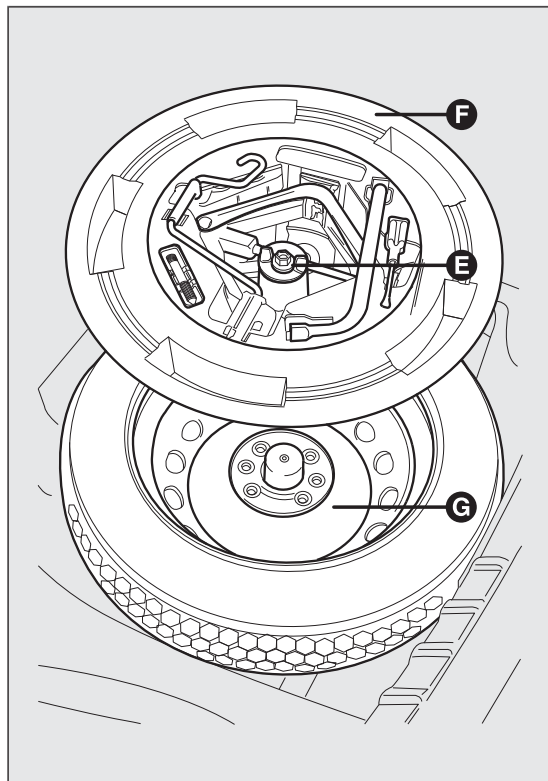

fig. 131
- ☐ colocar la rueda de repuesto G fig. 131 en el compartimento del maletero;